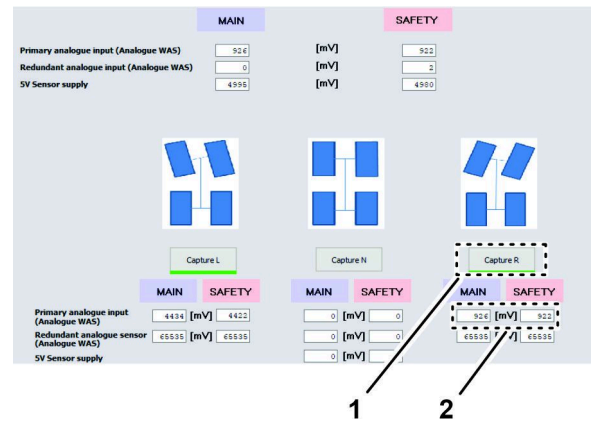

Figura 151
- Haga clic en el icono CAPTURE R (Captura Der) (Figura 151).